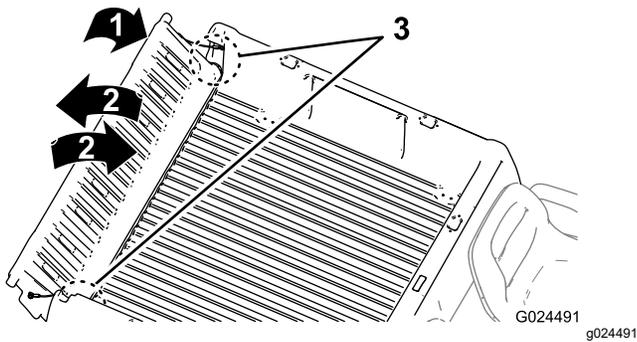

図 17
2. テールゲートを45°程度の角度にする 図 17。
3. この位置から、テールゲートを小刻みに前後に振るように数回往復させる 図 17。